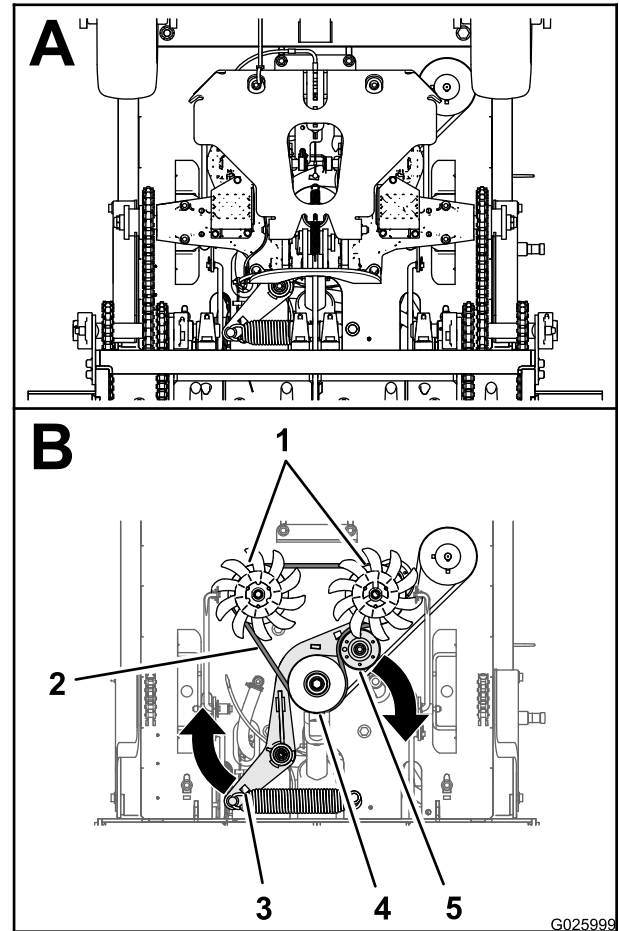

Figura 51
2. Introduzca una barra de expansión en el zócalo del soporte de tensión de la correa y mueva el soporte hacia afuera y hacia adelante (Figura 51).
3. Saque la correa de la transmisión nueva alrededor de las poleas del motor, tensor y de la transmisión (Figura 51).
4. Pase la correa nueva alrededor de las poleas del motor, tensor y de la transmisión, según se muestra en Figura 51.
5. Libere el soporte de tensión de la correa y deje que el muelle tense la correa (Figura 51).